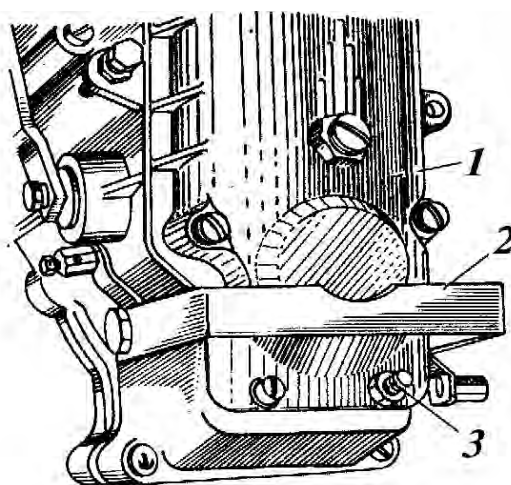

Рис. 11.26. Регулятор частоты вращения
5. Проверьте частоту вращения кулачкового вала насоса, соответствующую концу выброса рейки (полному выключению подачи). Конец выброса рейки при упоре рычага управления в болт ограничения максимальной частоты вращения должен быть на 50- 100 об/мин больше частоты вращения, соответствующей началу выброса рейки. В случае отклонения от данного значения снимите крышку 1 (рис. 11.26) смотрового люка регулятора. Снимая крышку, внимательно следите, чтобы положение регулировочного винта 3 оставалось неизменным. Обороты конца выброса рейки регулируйте следующим образом:
Проверьте наличие запаса хода рейки. Под запасом хода рейки понимается величина свободного хода рейки при 450 об/мин и при упоре рычага управления в болт ограничения минимальной частоты вращения. Запас хода рейки должен быть не менее 1,0 мм и регулироваться регулировочным винтом 3 (рис. 11.26). При ввертывании винта запас хода рейки уменьшается, при вывертывании - увеличивается. Если изменению положения кулисы при вывертывании регулировочного винта препятствует винт 3 (рис. 11.27) кулисы, его выверните таким образом, чтобы упор кулисы сохранялся через регулировочный винт 3 (рис. 11.26). Обратите внимание: выступание винта кулисы за внешний торец крышки регулятора недопустимо.